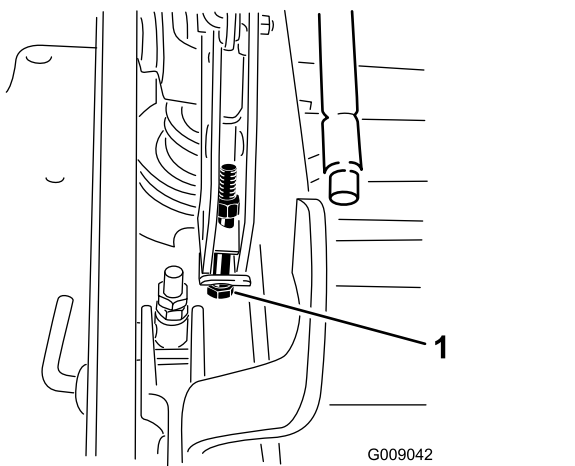

Figura 95
11. Si la carcasa está demasiado baja, apriete el perno del ajuste de un solo punto girándolo en el sentido de las agujas del reloj. Si la carcasa está demasiado alta, afloje el perno del ajuste de un solo punto girándolo en el sentido contrario a las agujas del reloj (Figura 95).